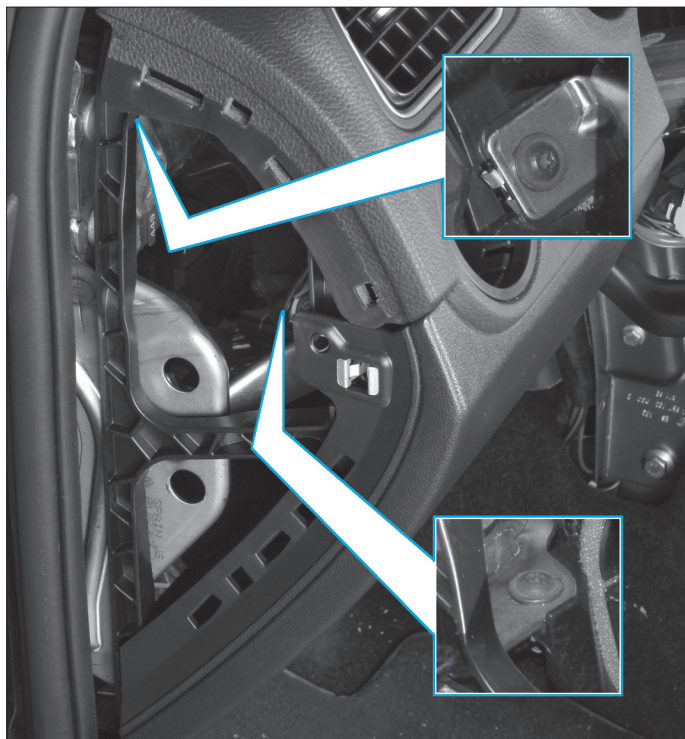

FIG. 47
- Déposer les vis de fixation de la planche de bord (Fig.47), (Fig.48), (Fig.49), (Fig.50), (Fig.51).